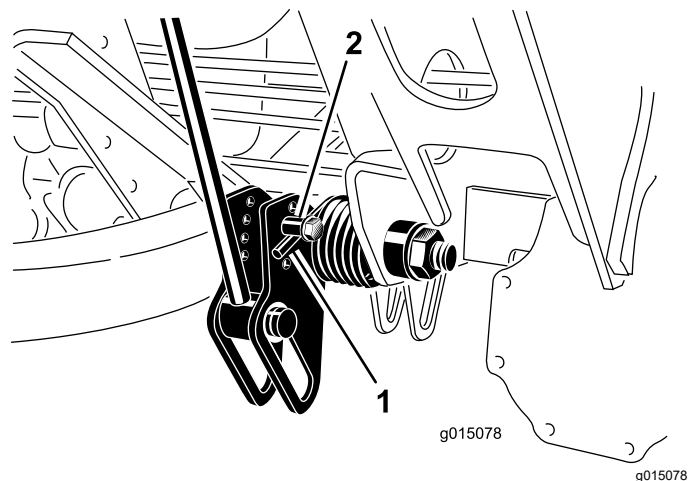

Figura 60
2. Infilate un tubo o un oggetto simile sull'estremità della molla lunga al fine di allentare la tensione della molla durante la messa a punto (Figura 60).
3. Mentre allentate la tensione della molla, togliete il bullone e il dado di bloccaggio che fissano l'attuatore della molla alla staffa (Figura 60).